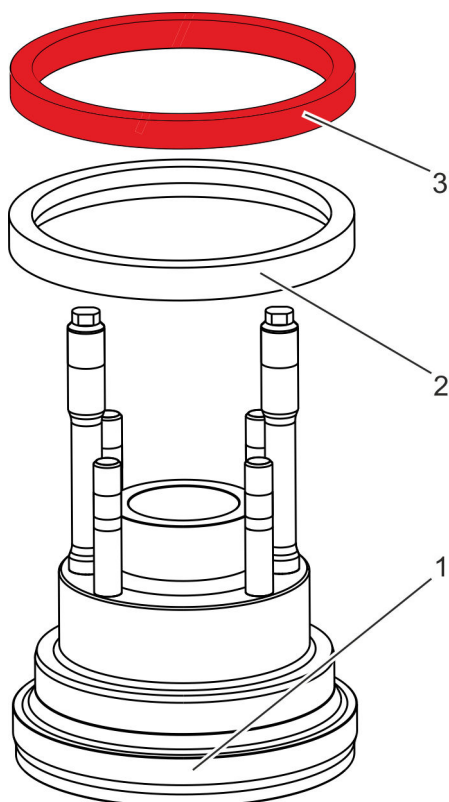

Abb. 32: Stütz- und Dichtring entfernen
11. ▶ Stützring (Abb. 32/3) vom Verschlussdeckel (Abb. 32/1) nach oben abnehmen.
12. ▶ Dichtring (Abb. 32/2) vom Verschlussdeckel (Abb. 32/1) nach oben abnehmen.